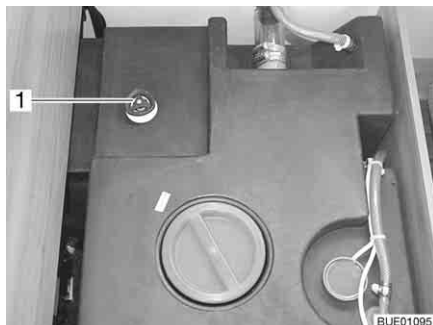

Fig. 241 Serbatoio dell'acqua con maniglia girevole
- Sul serbatoio dell'acqua ruotare la maniglia girevole (Fig. 241,1) in senso antiorario, oltre la resistenza verso l'esterno fino all'arresto, per aprire completamente l'apertura di scarico.